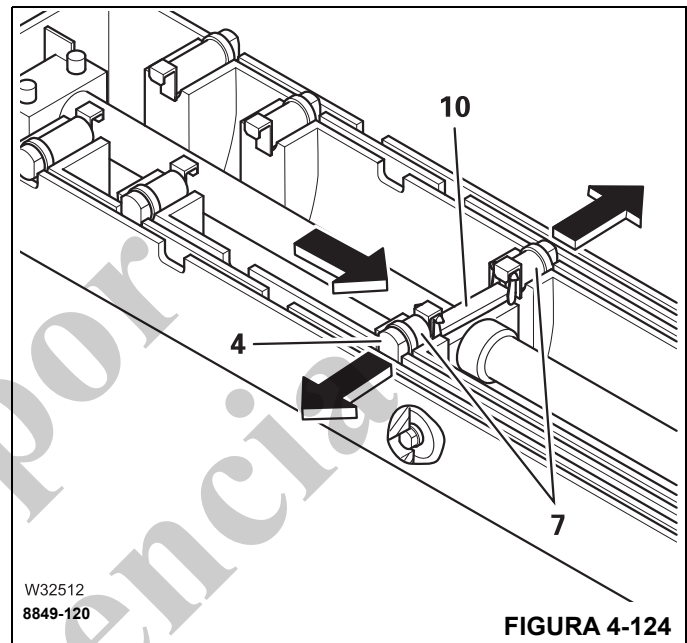

FIGURA 4-124
Se retira el peso del mecanismo (10), (Figura 4-124). Los pasadores de bloqueo (7), (Figura 4-124), se extienden en los recortes (4).